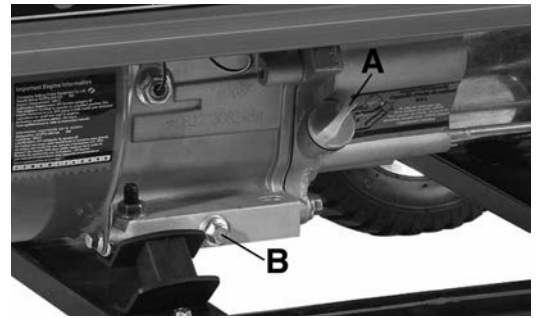

Figure 8
- 1) Desserrez le jauge à niveau l'huile (A) Fig.8.
- 2) Placez un contenant sous le boulon hexagonal d'écoulement (B), retirez le boulon hexagonal (B) et vidangez.
- 3) Une fois que l'huile est complètement écoulé, reserrez le boulon hexagonal (B).